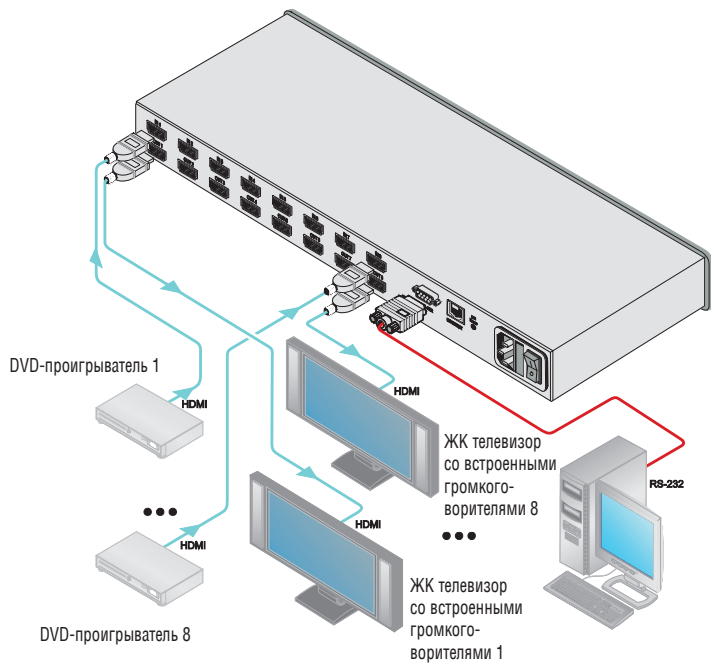

Рис. 2. Подсоединение матричного коммутатора HDMI VS-88H
Чтобы подсоединить матричный коммутатор HDMI 8x8 **VS-88H** в соответствии с примером, показанным на рис. 2, действуйте в следующем порядке, предварительно отключив всю аппаратуру:
4. Подсоедините сетевой шнур к розетке электросети (на рис. 2 не показан).